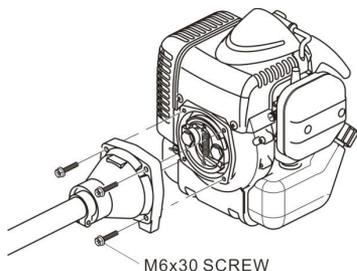

Fig.1
- Motor de Venda e tubo do eixo no chão e começa equitação Fig.1